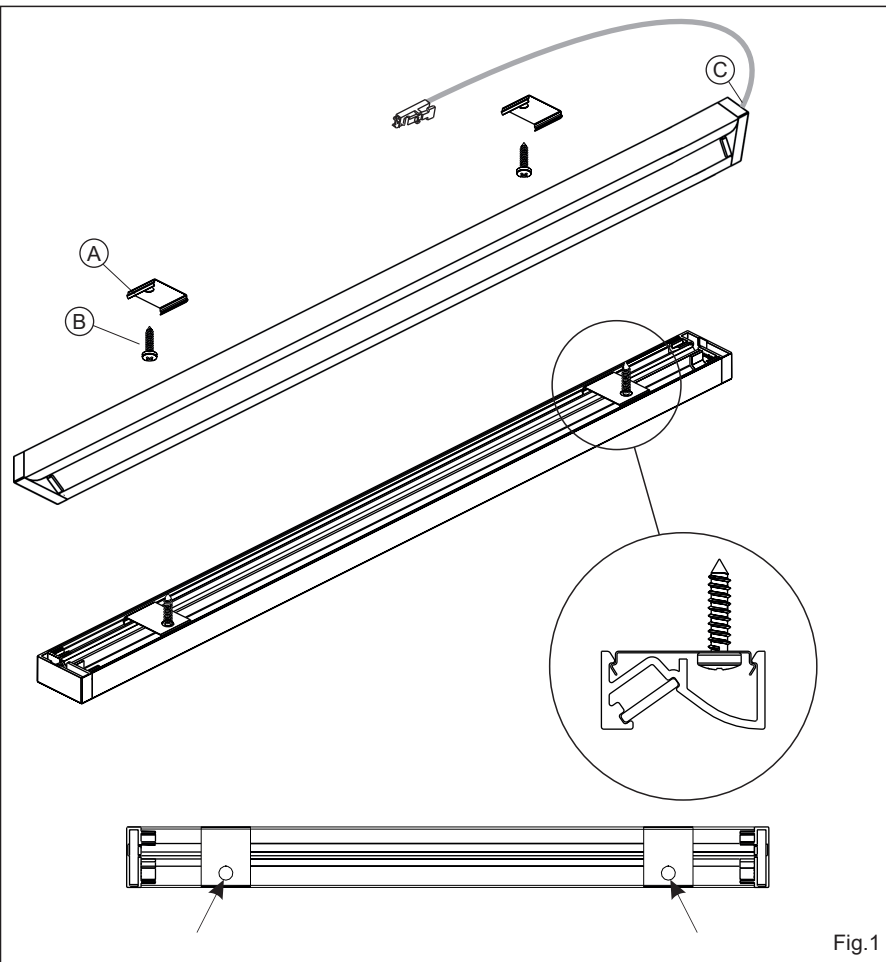

Fig.1
- Fasten the springs (A) to the installation surface using the screws (B) provided in the package.
- If necessary, drill a hole with a minimum diameter of 8mm in the desired position for the cable to pass through or break the membrane (C) arranged on the output cable as indicated in the figure 1.
- Hook the profile onto the springs (A).
- Switching the luminaire on and off takes place simply with a quick touch of the luminaire head surface, under which the switch (D) is located that will always be at the end of the profile as illustrated in figure 1.
- Die Montageclips (A) mit den in der Packung beigelegten Schrauben (B) an der Installationsfläche befestigen.
- Falls nötig für die Kabeldurchführung an einer beliebigen Stelle eine Bohrung mit Mindestdurchmesser 8mm ausführen oder brechen sie die Zwischenwand (C) auf der Seite des Ausgangskabels heraus, wie in Abbildung 1 gezeigt.
- Das Profil mit den Montageclips (A) fixieren.
- Das Einschalten und das Ausschalten der Leuchte erfolgt einfach durch eine schnelle Berührung der Oberfläche des Leuchtenkopfs, unter dem der Schalter (D) installiert ist. Dieser befindet sich am Ende des Profils wie in Abb. 1 gezeigt.
- Fixer les ressorts (A) à la surface d'installation en utilisant les vis fournies (B).
- Si nécessaire, pratiquer un trou d'un diamètre minimum de 8mm au point souhaité pour le passage du câble ou couper la membrane (C) posée sur la partie latérale du câble de sortie comme indiqué dans la figure 1.
- Fixer le profil aux ressorts (A).
- L'allumage et l'extinction de l'appareil se font simplement en touchant rapidement la surface de la tête de l'appareil, sous lequel se trouve l'interrupteur (D), toujours situé à l'extrémité du profil, comme indiqué à la figure 1.
## INSTALLAZIONE (fig.1):